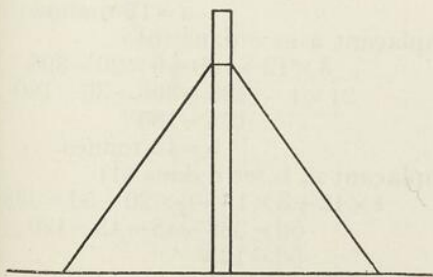

FIG. 23
6. En dessinant une cheminée, Figure 23, et ses câbles de soutien qui partent du cinquième supérieur de la cheminée, notre ami plaça une note disant que chaque câble avait la longueur de la cheminée et pour faire une niche au contremaître, il négligea d'inscrire cette longueur. Quelle est-elle?